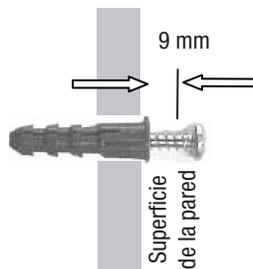

Figura 3
*NOTA:* Si los tornillos se atornillan sobre paneles de yeso y no sobre un montante, perforo los orificios de los tornillos con una broca de 6 mm (1/4"). Inserte los anclajes en los orificios y atornille los tornillos, dejando que sobresalgan 9 mm de cada tornillo de la superficie de la pared como se muestra en la **Figura 3**.